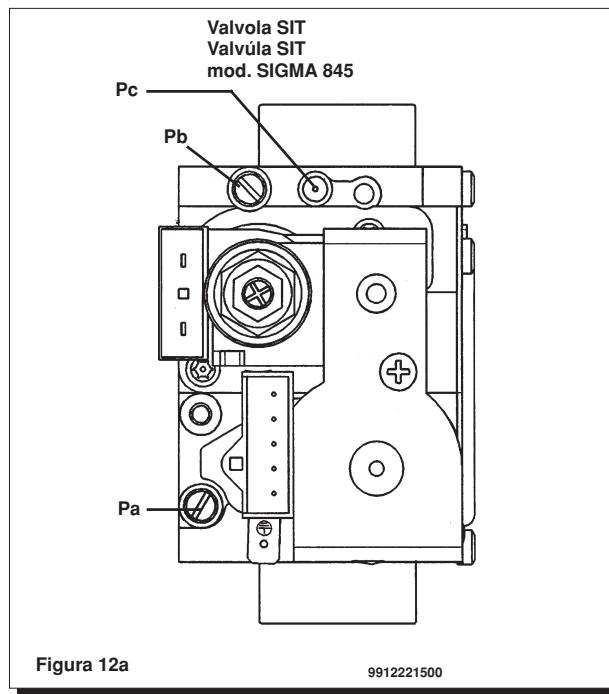
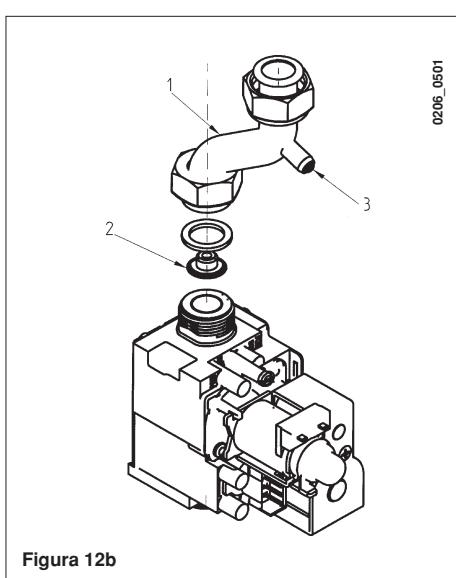

Figura 12a
Figura 12b
- rimuovere il tubo alimentazione gas (1 di Figura 12b);
- sostituire l'ugello per diaframma montato sulla valvola del gas (2);
- collegare la presa di pressione positiva di un manometro differenziale, possibilmente ad acqua, alla presa di pressione (Pb) della valvola del gas (figura 12a). Per i modelli 240 i/Fi utilizzare la presa di pressione (3) presente nel tubo di alimentazione gas. Collegare, solo per i modelli a camera stagna, la presa negativa dello stesso manometro ad un apposito "T" che permetta di collegare insieme la presa di compensazione della caldaia, la presa di compensazione della valvola del gas (Pc) ed il manometro stesso. (Una pari misura può essere effettuata collegando il manometro alla presa di pressione (Pb) e senza il pannello frontale della camera stagna);
- aprire il rubinetto gas e ruotare la manopola (1) predisponendo la caldaia in posizione Inverno (★);
- verificare che la pressione dinamica di alimentazione della caldaia, misurata alla presa di pressione (Pa) della valvola del gas (figura 12a) sia quella corretta (30 mbar per il gas butano, 37 mbar per il gas propano o 20 mbar per il gas naturale).
- remover el tubo de alimentación del gas (1 Figura 12b);
- sustituir el inyector diafragma montado en la válvula de gas (2);
- conectar la toma de presión positiva de un manómetro diferencial, posiblemente de agua, a la toma de presión (Pb) de la válvula del gas (figura 12a). Para los modelos 240 i/Fi utilizar la toma de presión (3) del tubo de alimentación de gas. Conectar, sólo para los modelos a cámara estanca, la toma negativa del mismo manómetro a un especial "T" que consienta conectar entre ellos la toma de compensación de la caldera, la toma de compensación de la válvula del gas (Pc) y el manómetro mismo. (Se puede efectuar una medición equivalente conectando el manómetro a la toma de presión (Pb) y sin el panel frontal de la cámara estanca);
- abrir el grifo gas y hacer girar el botón (1), predisponiendo la caldera en posición Invierno (★);
- controlar que la presión dinámica de alimentación de la caldera, medida en la toma de presión (Pa) de la válvula del gas (figura 12a), sea correcta (28 mbar para el gas butano, 37 mbar para el gas propano o 20 mbar para el gas natural).